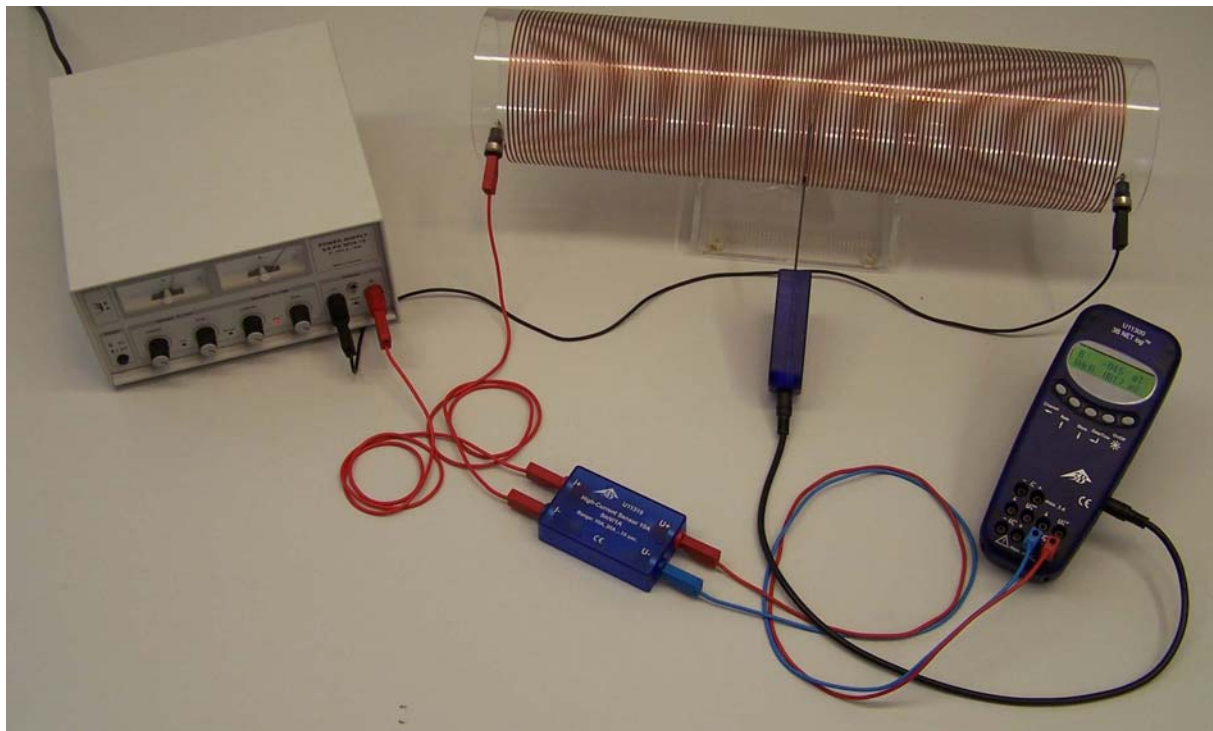

Fig. 1 Mesure du champ magnétique d'une bobine traversée par du courant
- Montez l'expérience comme le montre la fig. 1. Pour obtenir un champ magnétique mesurable, la bobine inductrice doit être traversée par un courant jusqu'à 10 A. Le capteur de courant fort fournit une tension de 50 mV à 10 A proportionnelle au courant. La gamme de mesure choisie s'élève à 200 mV à l'entrée de tension utilisée de l'interface.